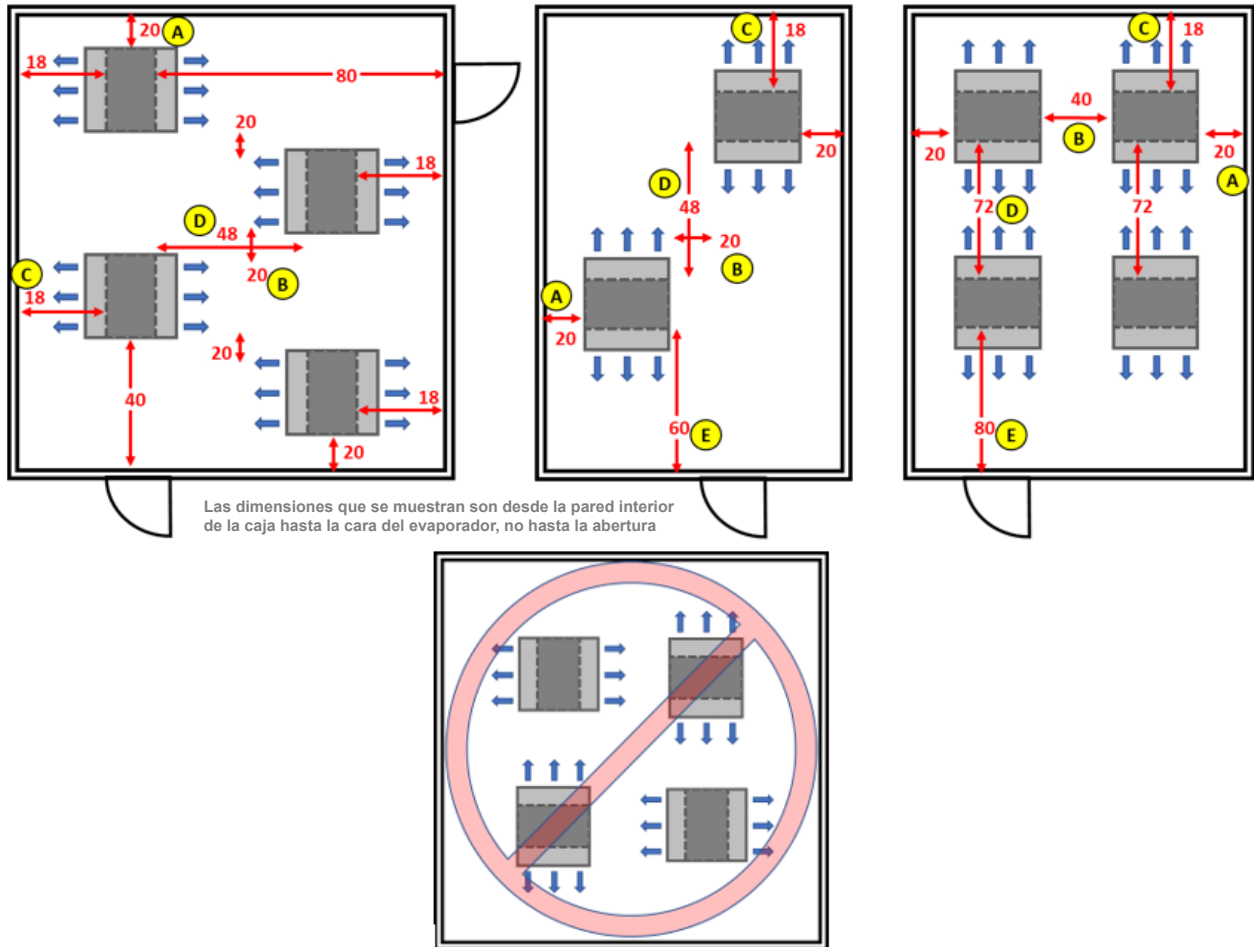

Figura 2 – Vista del flujo de aire en el techo - lado frío - Distancias mínimas para la instalación
- La distancia estándar entre el lateral de la unidad evaporadora y las paredes de la cámara o los productos almacenados es de 20 pulg. Vea "A" en la Figura 2.
- La distancia estándar entre el lateral de la unidad evaporadora y el lateral de la unidad evaporadora cercana es de 20 pulg. si se disponen de forma alternada o de 40 pulg. si están alineadas. Vea "B" en la Figura 2.
- La distancia mínima entre el lado de salida de aire del evaporador y la pared de la cámara o los productos almacenados es de 18 pulg. Vea "C" en la Figura 2.
- La distancia mínima entre dos unidades, cuando el lado de salida de aire de un evaporador está alineado con el del otro es de 72 pulg., si las dos unidades están dispuestas de forma alternada esa distancia mínima es de 48 pulg. Vea "D" en la Figura 2.
- La distancia mínima entre las salidas de aire del evaporador si sopla directamente hacia la puerta es de 80 pulg. Si no sopla directamente, es de 60 pulg. Vea "E" en la Figura 2.
- Consulte en la Figura 2 las distancias mínimas recomendadas para las instalaciones dispuestas de forma alternada y alineadas.
- No gire las unidades. La salida de aire caliente de una unidad soplará hacia el lado de entrada de aire de la otra unidad (igual que en la Figura 2 de arriba)